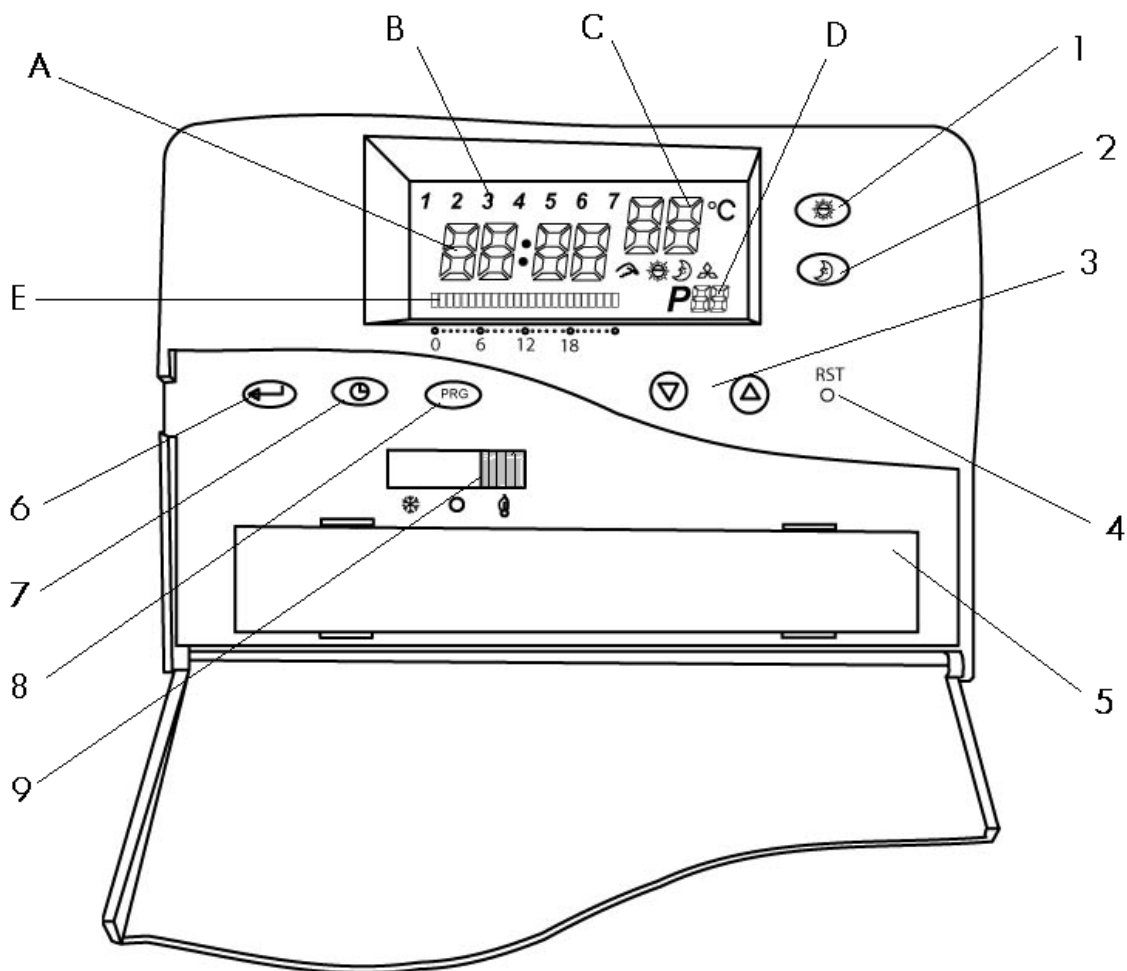

Рисунок 5
- Нажимая кнопку **6 (рис.5)**, выберите поле, что Вас интересует: